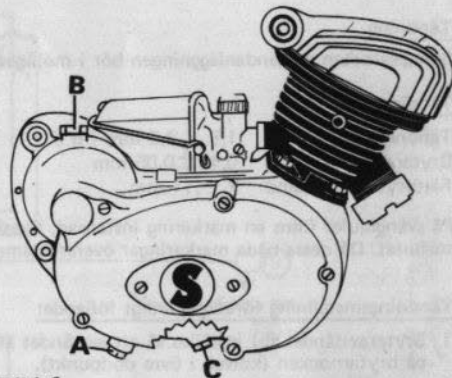

Bild 9
Placera mopeden vågrätt och skruva ur oljenivåskruven (A bild 9). Rinner därvid ingen olja fram ur hålen måste påfyllning ske. Lossa då påfyllningspluggen (B bild 9), (på 3-växlade motorer hastighetsmätartransmissionen) och fyll så mycket att oljan börjar rinna fram ur hålet för nivåskruven (A).
Vid oljebyte skall motorn vara varmkörd. Placera lämpligt kärl under motorn och skruva bort avtappningspluggen (C bild 9) och nivåskruven (A bild 9). Luta mopeden åt sidorna så att all olja tömmer. Skruva därefter fast avtappningspluggarna och fyll i olja (200 cm³) i påfyllningshålet så som beskrives under "Oljekontroll".